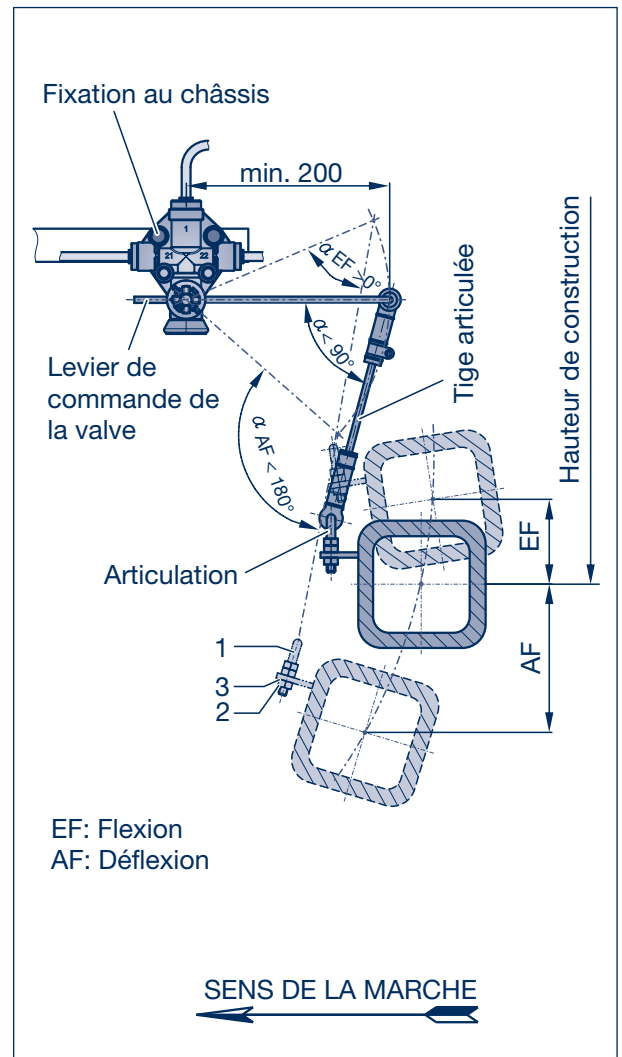

Figure 1
- [8] Contrôler la longueur du levier de la valve. Elle doit être de 200 mm au moins (figure 1); desserrer si nécessaire la vis de blocage (flèche), la régler et la resserrer.
Afin que la tige de la valve ne bascule pas, respecter impérativement les angles indiqués (figure 1).
- [11] Une fois les hauteurs de réglage prescrites atteintes, remettre le levier de la valve de nivellement à l'horizontale (figure 1).
- [12] Placer l'articulation dans l'éclisse de fixation (5) sur le corps d'essieu. Visser l'écrou (2) avec la rondelle à ressort (3).
- [13] Relier le levier de valve de nivellement et l'articulation par la tige de timonerie (6). Après le montage, le levier de valve doit se trouver en position horizontale, au besoin, régler en conséquence le double écrou (1) et serrer l'écrou (3). Fixer la tige de timonerie en serrant les vis sur les colliers.